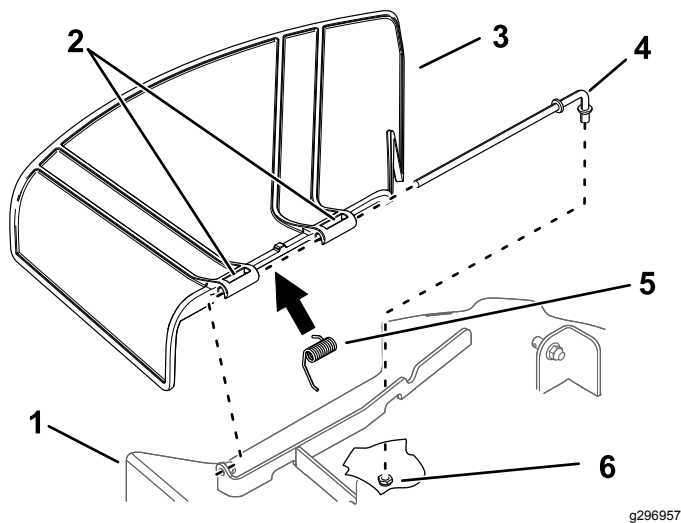

Figura 71
1. Retire la tuerca ($\frac{3}{8}$ " de la varilla (debajo del cortacésped) (Figura 71).
- Retire la varilla del espaciador corto, del muelle y del deflector de hierba (Figura 71).
- Instale el deflector de hierba nuevo (Figura 71).
- Deslice la varilla por el segundo soporte del deflector de hierba (Figura 71).
- Sujete el extremo trasero de la varilla al cortacésped con una tuerca (3/8"), según se muestra en Figura 71.